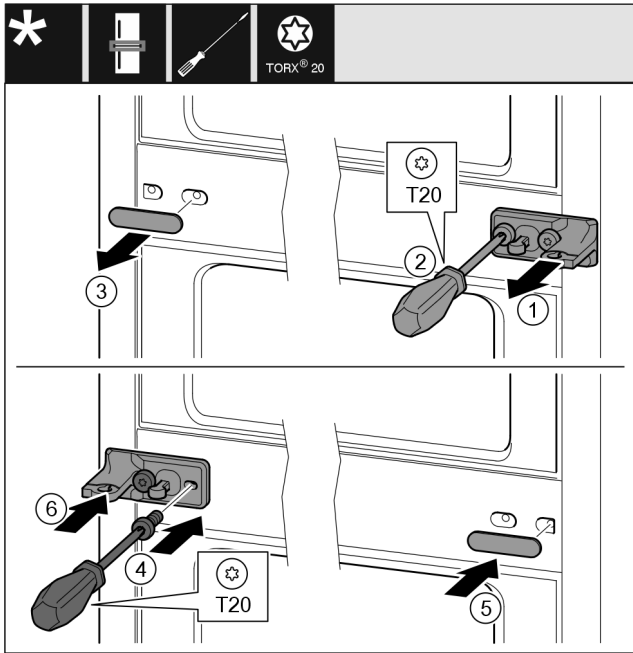

Fig. 33
- ▶ Ta bort bricken. Fig. 33 (1)
- ▶ Skruva ut skruvarna med en skruvmejsel T20. Fig. 33 (2)
- ▶ Ta försiktigt av skyddet. Fig. 33 (3)
- ▶ Vänd lagerbocken med folie 180° och skruva fast den på andra sidan. Fig. 33 (4)
- ▶ Vrid skyddet 180° och sätt fast det på andra sidan. Fig. 33 (5)
- ▶ Skjut på bricken framifrån. Fig. 33 (6)